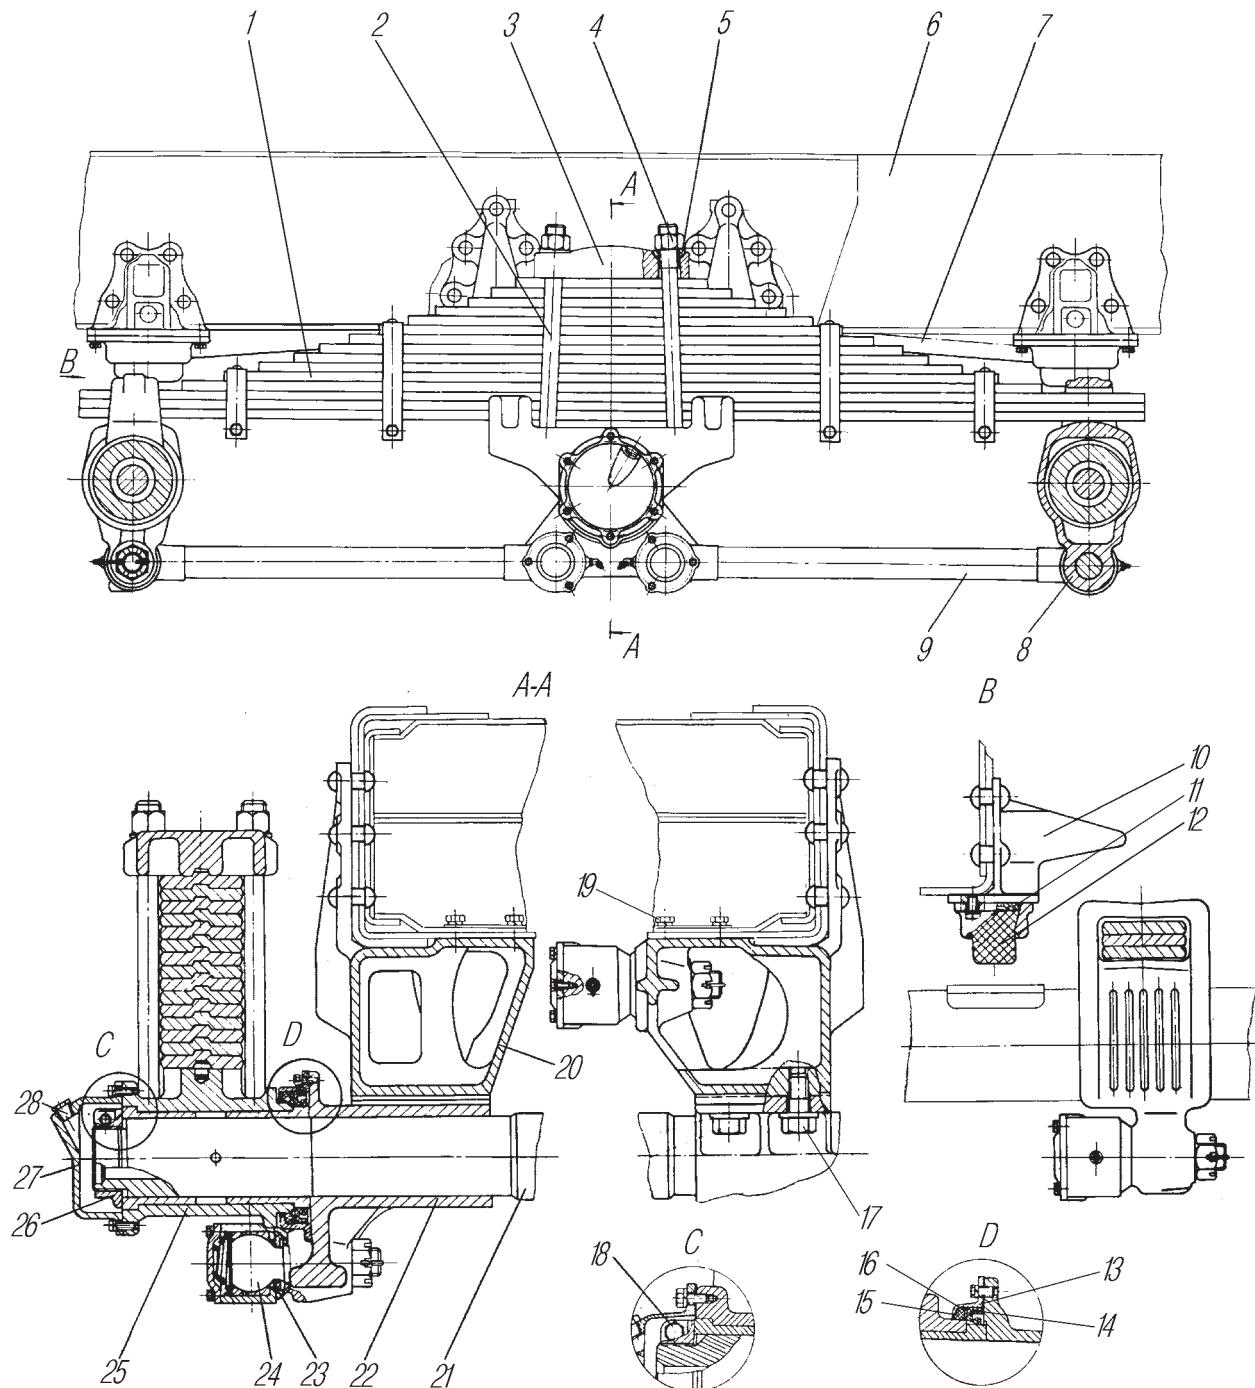

Рис. 47. Подвеска среднего и заднего мостов:
**Задняя подвеска** балансирующего типа, концы рессор входят в проушины опорных кронштейнов 8 (рис. 47).
Для снятия стремянок 2 (см.рис. 47) без отсоединения реактивных штанг поддомкратьте автомобиль, установите под ось балансира или раму подставу. Отверните гайки стремянок и снимите накладку рессоры. Опустите автомобиль на подставу так, чтобы между рессорой и балансиром образовался зазор. Поверните балансир на небольшой угол и снимите стремянку.